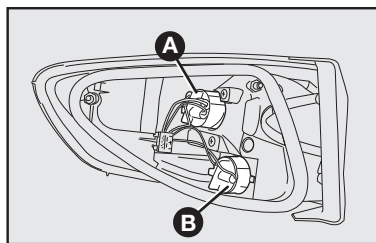

fig. 54
A-fig. 54: Luz de posição traseira / luz e freio.
B-fig. 54: Luz de direção (seta) traseira.
2) Para substituir a lâmpada da luz de posição / freio, girar no sentido anti-horário a tampa porta-lâmpadas **A-fig. 54**, empurrar levemente a lâmpada e girá-la no sentido anti-horário. Em seguida, substituir a lâmpada e recolocar a tampa porta-lâmpada, girando-a no sentido horário.
3) Para substituir a lâmpada da luz de direção, girar no sentido anti-horário a tampa porta-lâmpadas **B-fig. 54**, empurrar levemente a lâmpada e girá-la no sentido anti-horário. Em seguida, substituir a lâmpada e recolocar a tampa porta-lâmpada, girando-a no sentido horário.